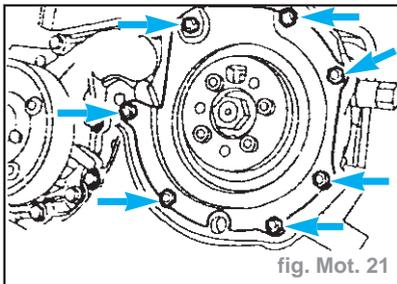

fig. Mot. 21
- Déposer le logement d'arrêt d'huile radial de pompe d'injection. (fig. Mot. 21).